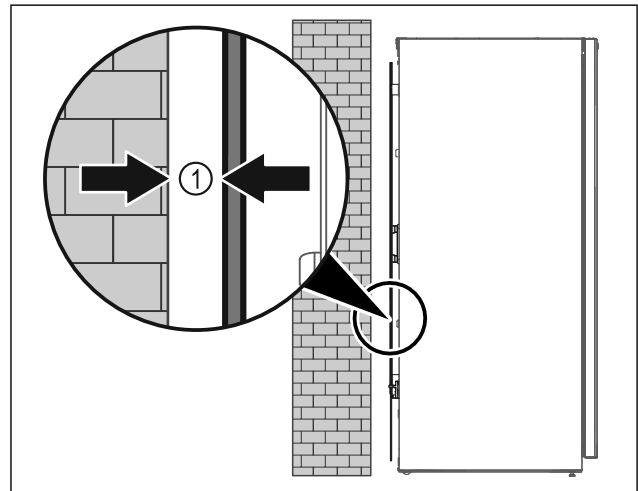

Fig. 47
- Apparaat ofwel vrij in de ruimte of direct tegen een wand met een minimumafstand van 5 mm Fig. 47 (1) opstellen.